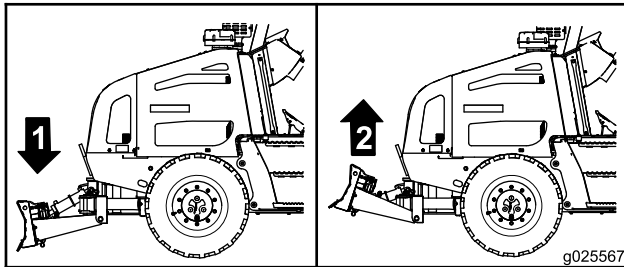

Figura 55
- Para bajar la hoja de relleno: mueva el joystick hacia adelante (Figura 55).
- Para elevar la hoja de relleno: mueva el joystick hacia atrás (Figura 55).